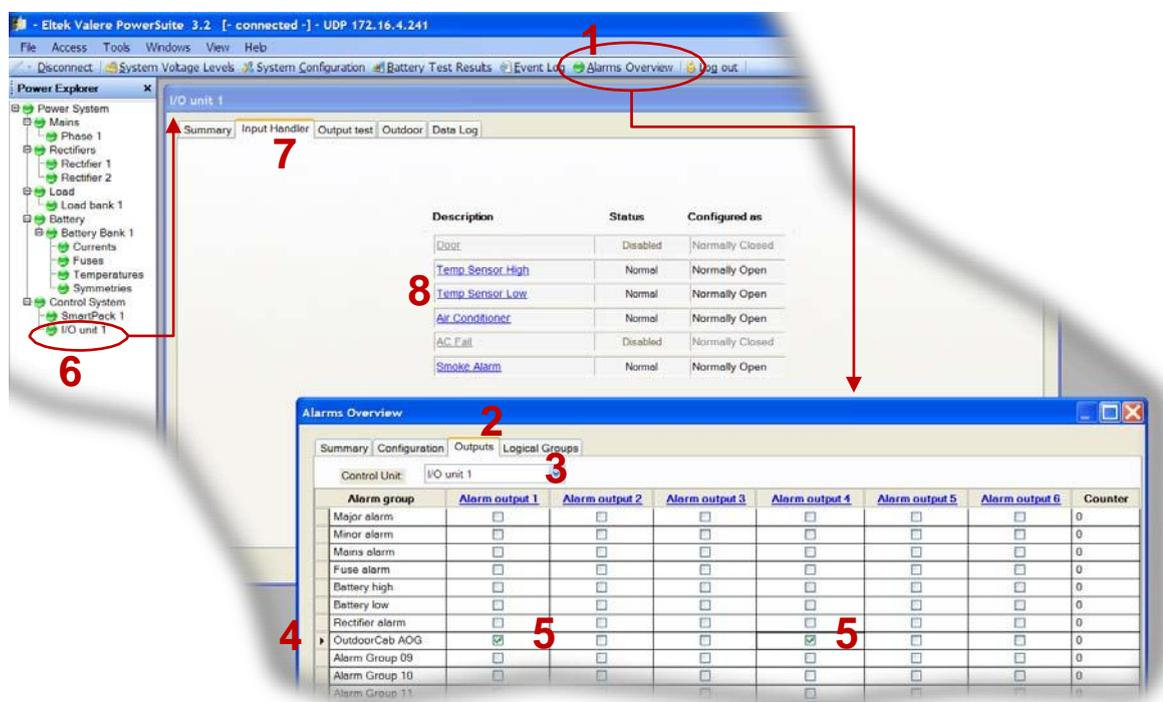

Рисунок 5 Пример настройки модуля ввода/вывода в PowerSuite
Обычно подключенные узлы *модуля ввода/вывода* отображаются в панели Power Explorer (6) под узлом *Control System*, см. “рисунок 5”, страница 12.